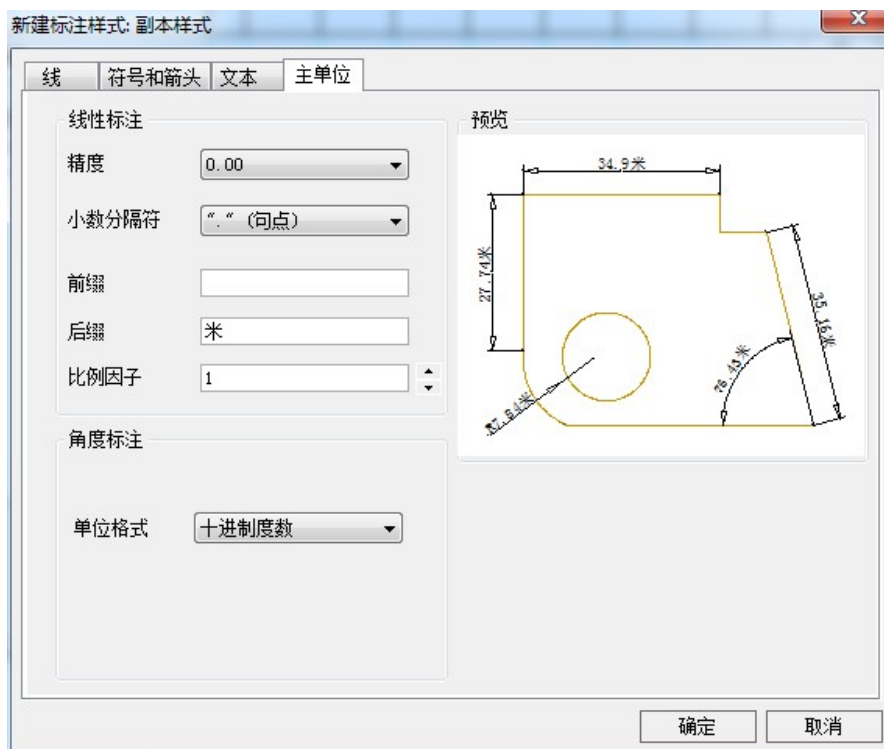

图 6-64 主单位设置
(4) 点击“主单位”进入如图 6-64 所示界面，可对线型标注及角度标注中的主单位分别进行设置。